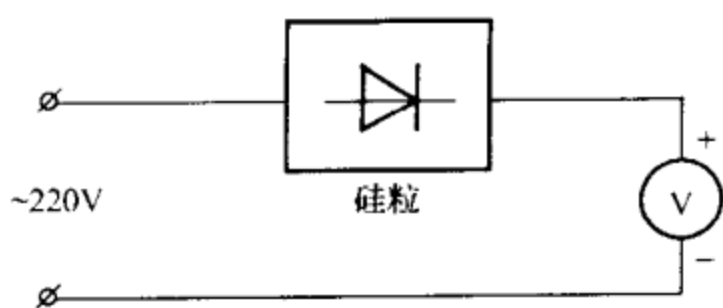

图 3-5 检测硅粒接线示意图
(2) 因为行输出变压器的高压硅粒是由多个二极管串联而成的，这样硅粒的电压降就大。所以直接用万用表电阻挡很难检查出硅粒的好坏。应按图 3-5 所示的方法用市电检查。如果测得的电压太大，则硅粒内部就有击穿短路的地方；如果测得的电压太低或为零，说明硅粒内部开路或接触不良。一般正常的电压值